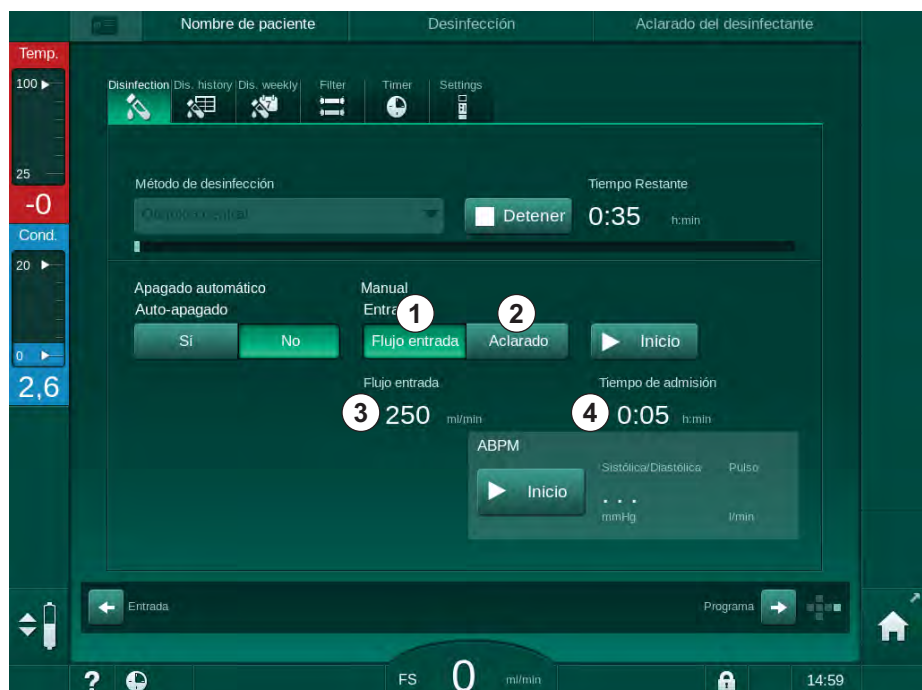

Fig. 7-10 Desinfección química central manual
En la primera parte de este método de desinfección, se toma desinfectante del suministro de agua central y se bombea por el equipo (Fig. 7-10 , ①). El flujo de entrada ③ y el tiempo de entrada ④ están preajustados en el modo *Configuración del usuario*. El suministro de entrada se detiene una vez transcurrido el tiempo preajustado.